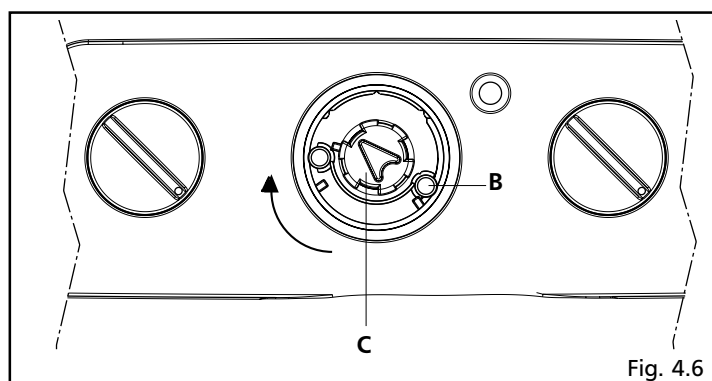

Fig. 4.6
Assicurarsi che il potenziometro P5 sia regolato al massimo, questo può essere verificato agendo con un piccolo cacciavite a taglio ruotandolo in senso antiorario attraverso il foro (B) (fig. 4.6)
- portare la manopola (C) in posizione "spazzacamino": questa posizione si ottiene ruotando in senso orario la manopola fino a giungere a fine corsa (fig. 4.6)